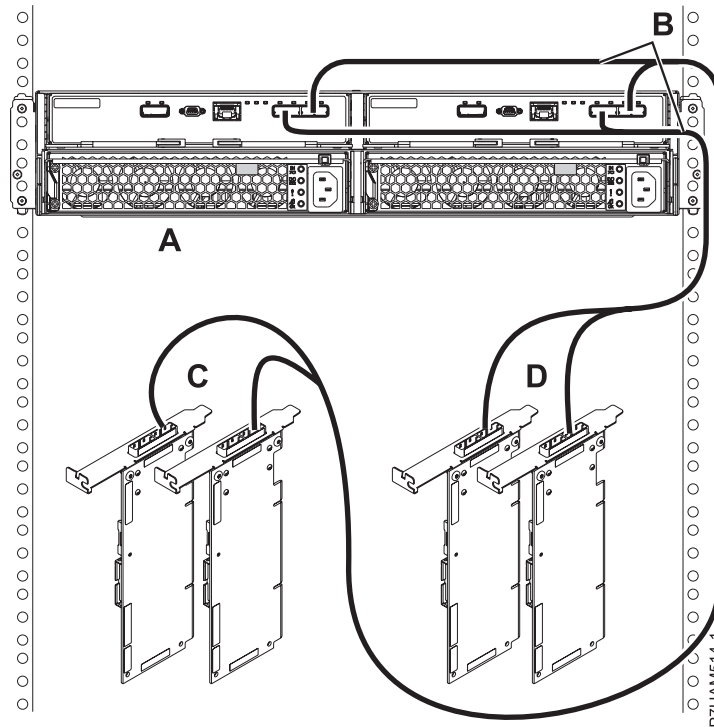

Figure 32. Mode 2 de connexion d'un boîtier d'unité de disque 58/87 via des câbles X à deux paires d'adaptateurs SAS
- m. Effectuez la connexion de mode 2 d'un boîtier d'unité de disque 58/87 (A) via des câbles X (B) à deux paires d'adaptateurs SAS, comme illustré dans la figure 32, à la page 31.